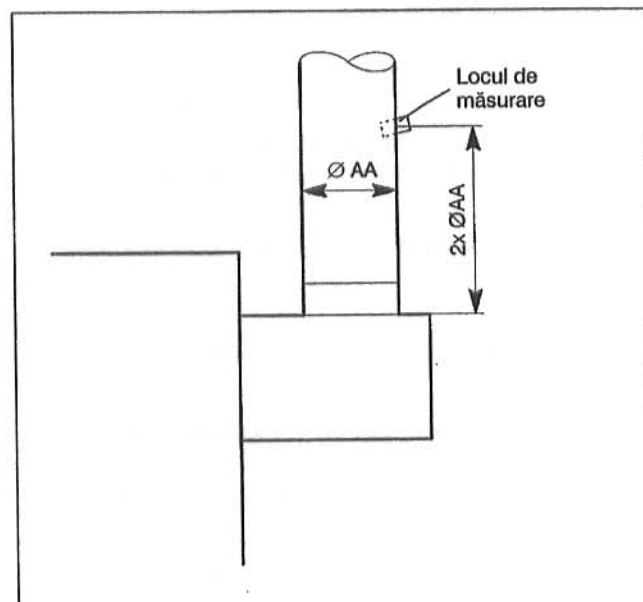

Fig. 22: Locul de măsurare din conducta gazelor de ardere
- Faceți o gaură în conducta gazelor de ardere, ca. $2 \times \varnothing AA$ după dispozitivul de menținere a curentului de gaze pe partea opusă cazanului (Fig. 22).